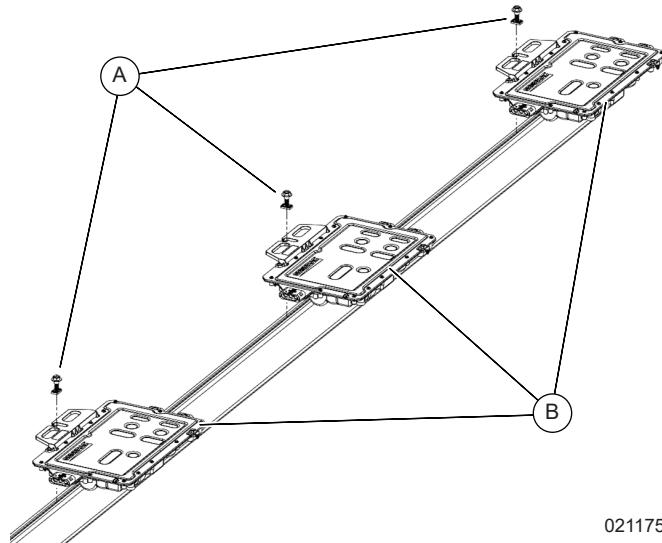

Figura 4-7. Fijación de PWRmicros al sistema de bastidores
1. Consulte la Figura 4-7. Conecte cada microinversor (B) con los accesorios de montaje (A) adecuados para el sistema de montaje en bastidores y fíjelos sin apretar para que el microinversor pueda deslizarse por el riel.